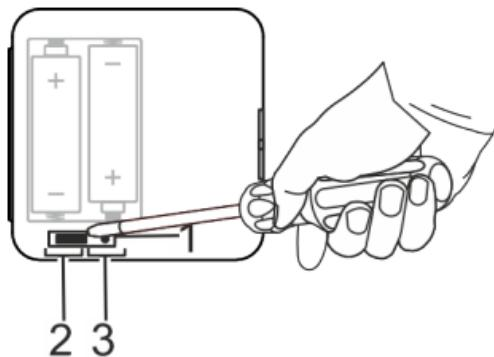

Fig. 8: Sollevamento del jumper
2. Sollevare il jumper (Fig. 8/1) nella mascherina dell'alloggiamento con un giravite a taglio.
3. Inserire il jumper (Fig. 8/1) nella posizione a 2 punti (Fig. 8/2).